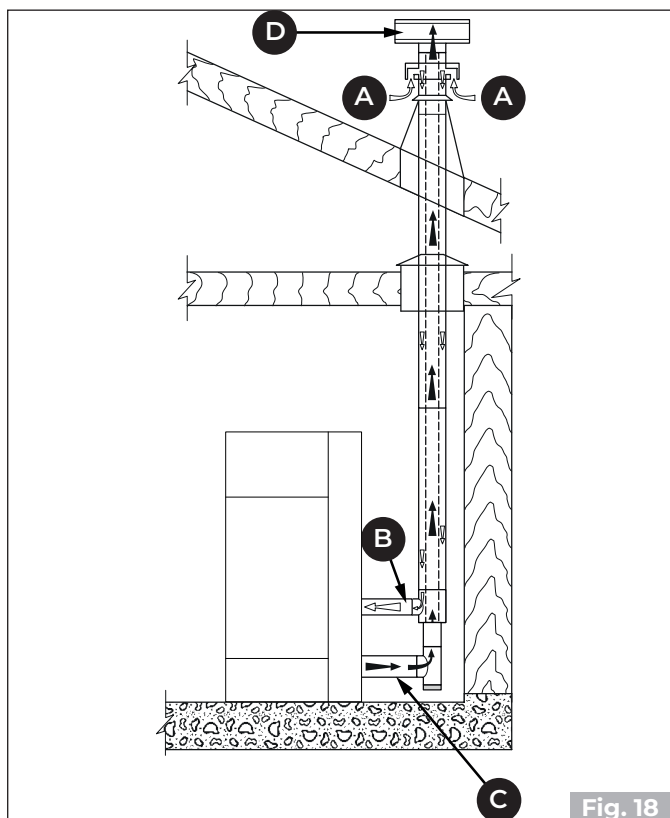

Fig. 18
- dovod zgorevalnega zraka s koaksialno cevjo za odvod dimnih plinov in dovod zraka (**Fig. 16 - Fig. 18 - A, B = dovod zraka, C, D = odvod dimnih plinov**); v tem primeru ni treba ustvariti klasičnega dovoda zraka v prostoru;